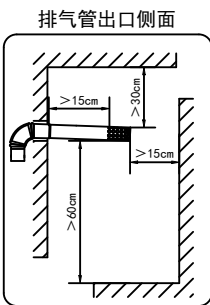

图3.5
- 必须使用本热水器所配用的专用烟道，安装方法见图3.5。如烟道较短可根据需要适当加长。每半年检查一次，检查烟道有无破损、漏烟等现象。